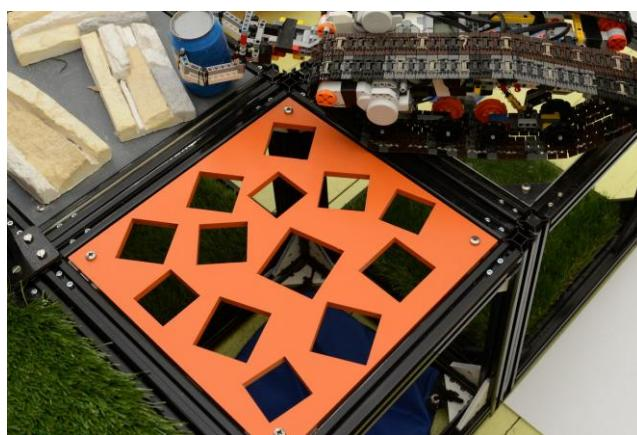

Рисунок 9 - «Решето»
- 1.5.8. **Решето** – участок представляющий собой фанерную площадку с прямоугольными отверстиями (рисунок 9). Габариты площадки 340x340x10.
- 1.5.9. **Наклонная поверхность** с углом наклона  $30^\circ$ , обитая поролоном. (рисунок 9).